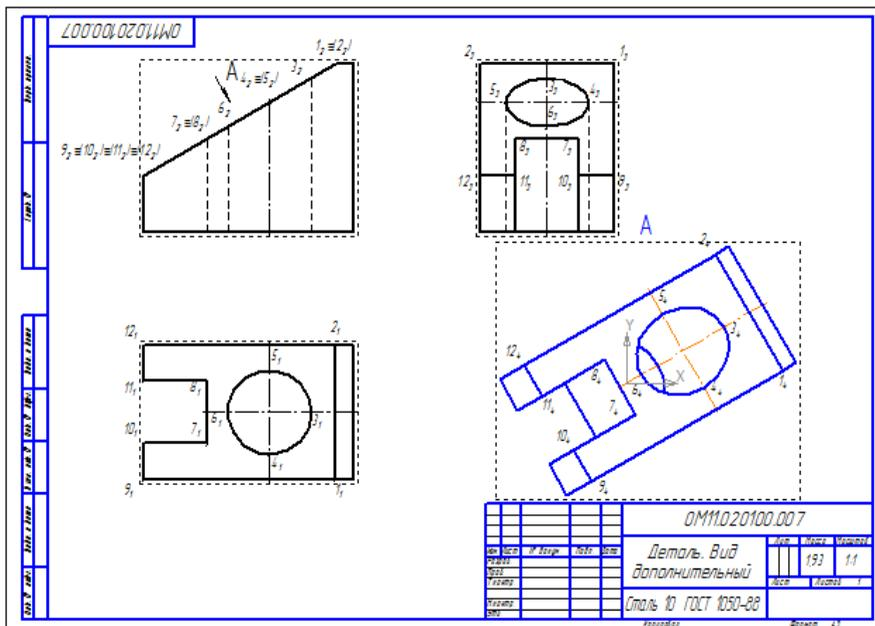

Рис. 11
\* На наклонной грани отмечаем характерные точки, мысленно определяя место их расположения и количество. Строим эти точки на сопряженных видах и дополнительном (см. п. 8 и рис. 11).
8.2 Щелкнуть по полю, указать числовое значение с помощью клавиатуры, например 1, и указать индекс: внизу, в **Панели свойств**, выбрать  **Вставка** / Индекс  **Вставить индекс (средней высоты)**, с помощью стрелки на клавиатуре опуститься вниз и зафиксировать числовое значение, например 2 (проставить знак совпадения и скобки, см. рис. 11) / **Создать объект** .